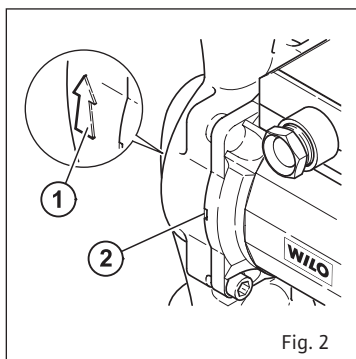

Fig. 2
- La freccia sul corpo pompa indica il senso di flusso del fluido pompato (Fig. 2, Pos. 1).
In caso d'isolamento, dell'impianto, isolare solo il corpo della pompa; il motore e le fessure d'uscita del condensato devono essere lasciate libere (Fig. 2, Pos. 2).